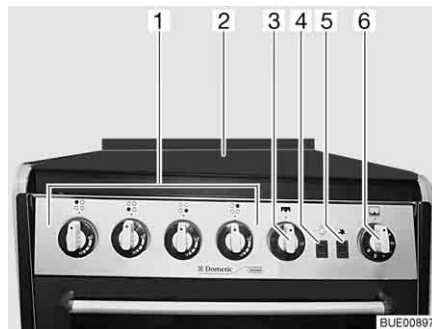

Bild 190 Gaskocher mit Backofen und Grill
- Gaskocher-Abdeckung (Bild 190,2) öffnen.
- Drehregler (Bild 190,1) der gewünschten Brennstelle auf Zündposition (große Flamme) drehen und drücken.
- Zündknopf (Bild 190,5) so oft drücken, bis die Flamme brennt.
- ▷ Mit dem Schalter (Bild 190,4) wird das Licht im Backofen ein- und ausgeschaltet.
- Drehregler (Bild 190,3) leicht drücken und auf Zündstellung (große Flamme) drehen.
- Zündknopf (Bild 190,5) drücken, bis die Flamme brennt.
- Drehregler (Bild 190,6) leicht drücken und auf eine Zündstellung zwischen 1 und 6 drehen.